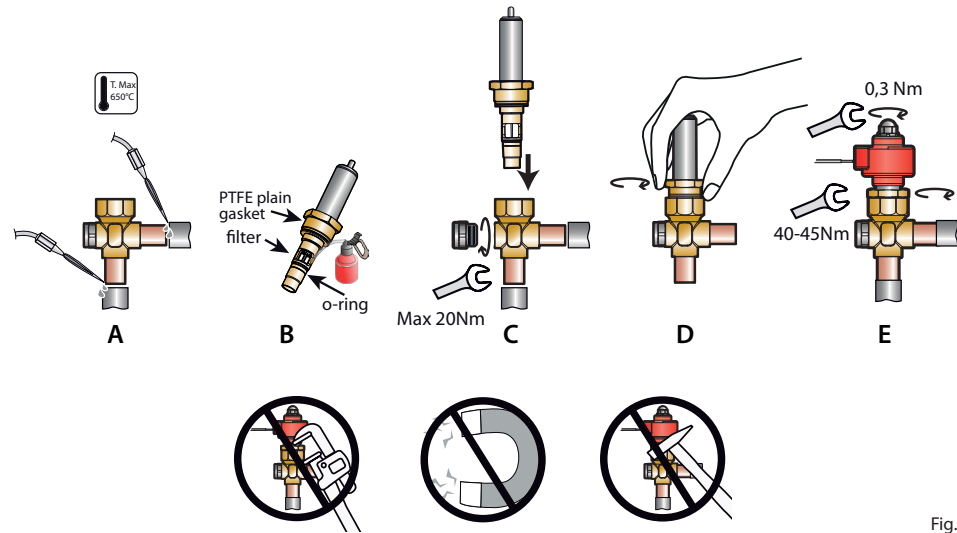

Fig. 2
Le valvole E²V-Z devono essere saldate al circuito mediante brasatura dei raccordi in rame ai tubi di uscita condensatore (IN) e di ingresso evaporatore (OUT). Seguire la successione indicata in Fig. 2 procedendo in questo modo:
- Inserire le tubazioni dell'impianto nei raccordi femmina della valvola, facendo attenzione a non andare oltre le apposite restrizioni presenti nei raccordi della valvola stessa. Procedere alla saldatura orientando la fiamma verso l'estremità dei raccordi come da Fig. 2-A (per una migliore brasatura senza alterare la tenuta della zona di saldatura tra corpo e raccordi utilizzare lega con temperatura di fusione inferiore a 650 °C o con tenore di argento superiore del 25 %).
- Verificare che la guarnizione piana in PTFE e l'oring siano presenti e posizionati nelle loro sedi (Fig. 2-B).
- Verificare che il filtro in rete metallica sia inserito sulla boccola di ottone (Fig.2-B). In caso contrario, posizionarlo come in figura e portarlo in battuta. **Attenzione! Il filtro è efficace solo con verso di entrata del fluido dal raccordo laterale. In caso di utilizzo della valvola in direzione contraria, prevedere apposito filtro nel circuito, togliendo quello fornito.**
- Lubrificare con un velo d'olio (uno qualsiasi di quelli normalmente utilizzati nei circuiti frigoriferi) la superficie esterna dell'oring della cartuccia (Fig. 2-B)
- Inserire la cartuccia all'interno del corpo brasato avendo cura di non forzare durante l'inserimento (Fig 2-C).
- Procedere quindi ad avvitare manualmente la ghiera in ottone fino al raggiungimento del suo finecorsa (Fig. 2-D).
- Serrare la ghiera sul corpo valvola con una chiave a forchetta da 24 con una coppia di serraggio di 45Nm (Fig. 2-E)
- Inserire lo statore rosso, venduto separatamente (vedi tabella "Connessioni elettriche"), fino a fondo corsa della cartuccia avvitando il dado nero portandolo in completa battuta fino a deformare la corona circolare in gomma dello statore (coppia di serraggio 0,3 Nm) (Fig. 2-E).
The E2V-Z valves must be joined to the circuit by braze welding the copper fittings to the condenser outlet (IN) and evaporator inlet (OUT) pipes. Proceed as indicated in Fig. 2:
- Insert the pipes in the female valve fittings, being careful not to go beyond the specific restrictions present in the joints of the valve. Weld by aiming the flame at the ends of the fittings as shown in Fig. 2-A (for better braze welding without affecting the seal of the welded area between the body and the fittings, use alloys with a fusion temperature less than 650 °C or with a silver content above 25%);
- Make sure that the PTFE and l'oring are present and positioned in their site (Fig. 2-B).
- Make sure that the metal mesh filter is inserted on the brass bushing (Fig.2-B). Otherwise, position it as shown in the figure and make sure it's properly in place. **Warning! The filter is efficacious with fluid inlet from the connection side. If using the valve in the opposite direction, install a special filter in the circuit, removing the one supplied.**
- It is necessary to lubricate with oil (any of those normally used in refrigerant circuits) the outer surface of the cartridge oring (Fig. 2-B)
- Insert the cartridge inside the braided body, taking care not to force it during insertion (Fig 2-C).
- Proceed to manually screw the brass nut until it reaches its limit (Fig. 2-D).
- Tighten the nut on the valve body with a 24-inch fork wrench with a tightening torque of 45Nm (Fig. 2-E). It is possible to change the valve size only by replacing the existing cartridge with a different size (without changing the valve body).
- Insert the red stator, not included (see table "Electrical connections"), on the cartridge with the black nut screwed on tightly until deforming the rubber ring on the stator (tightening torque 0.3 Nm) (Fig. 2-E).